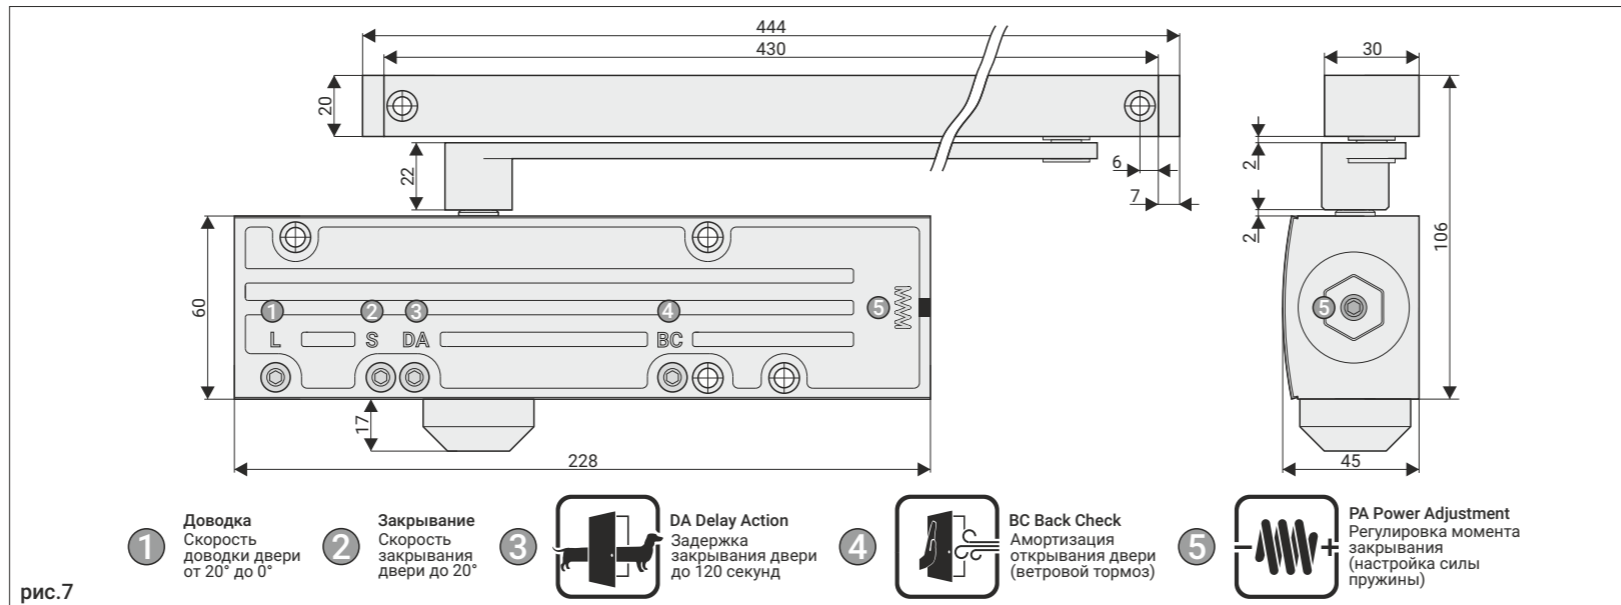

рис.7
6. Отрегулируйте скорости «закрывания» (S) и «доводки» (L), не открывая дверь более, чем на 70°, рис.7. Поворот винта по часовой стрелке замедляет скорость, против часовой стрелки - увеличивает скорость закрывания, рис.8.
7. Отрегулируйте функцию «задержки закрывания» (DA), рис.7, рис.9. Поворот винта по часовой стрелке увеличивает время задержки закрывания, против часовой стрелки - уменьшает, рис.8.
8. Отрегулируйте функцию «амортизации открывания» (BC), рис.7, рис.9. Поворот винта по часовой стрелке увеличивает сопротивление открыванию, против часовой стрелки - уменьшает, рис.8. ! Винты регулировки скоростей не должны выступать за плоскость тела доводчика, рис.8.